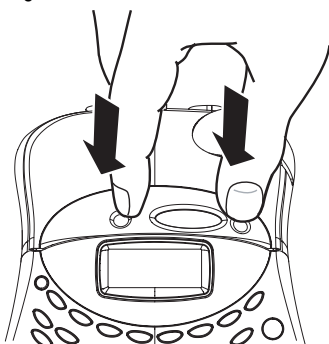

Figura 3
1. Premere e rilasciare la copertura del comparto nastro per aprire il reparto nastro. Vedere Figura 3.
1. Fare pressione sul fermo per aprire lo sportellino cassetta/nastro, vedere figura 3.